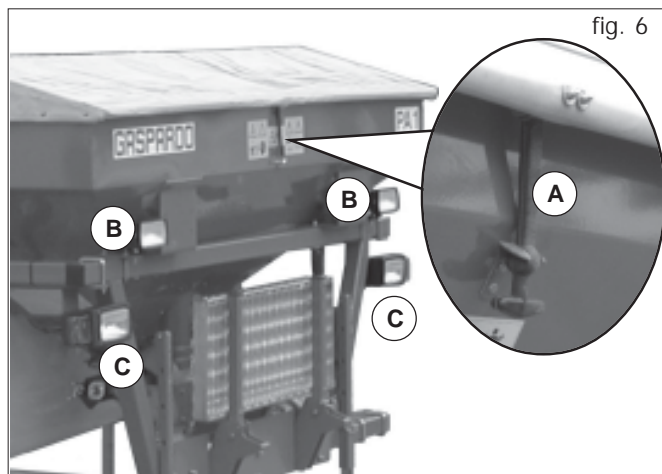
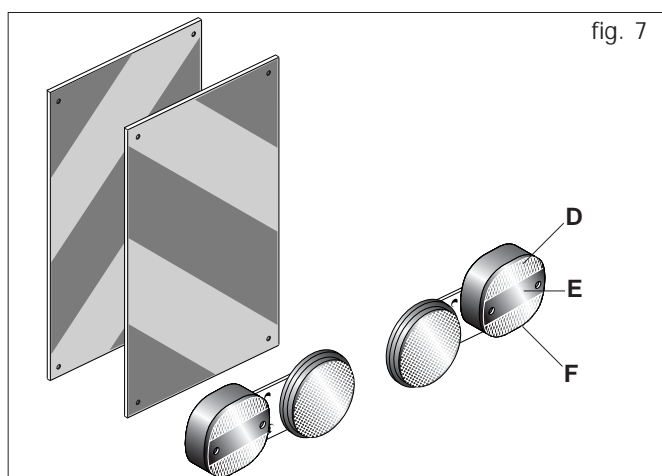

fig. 6
fig. 7
- 34) Beim Transport auf der Straße müssen die Behälter und Trichter leer sein. Höchstgeschwindigkeit 25 km/h. Immer die Tankabdeckung mit Haubenschluss sichern (A, Fig. 6) Regelmässig den Haubenschluss auf Alterung ueberpruefen und bei Bedarf austauschen!
- 37) Wenn die geschleppten oder an dem Schlepper angebrachten Ausrüstungen und Geräte die Sichtbarkeit der Signalisierungs- und Beleuchtungsvorrichtungen des Schleppers verdecken, müssen diese Vorrichtungen auch an den Ausrüstungen angebracht werden, wobei die Vorschriften der im jeweiligen Anwendungsland geltenden Straßenverkehrsordnung zu beachten sind. Beim Gebrauch ist zu kontrollieren, daß die Anlage einwandfrei funktioniert. Befahren öffentliche Strassen nur mit ausgeschalteten Arbeitsscheinwerfern (B, Fig. ). Abblendlicht (C Fig. 6) nur unter Beachtung örtlicher Bestimmungen einstellen und benutzen. Nachstehend wird die korrekte Sequenz der Leuchten angegeben (Abb. 7):